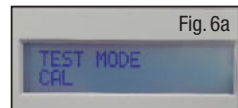

Fig. 6a
- Inserire il cavo di alimentazione nell'unità di alimentazione e nella presa di corrente. Accendere l'unità di alimentazione premendo contemporaneamente il tasto freccia GIÙ. Una volta avviata l'unità di alimentazione, rilasciare il pulsante freccia GIÙ. In questo modo è possibile accedere al menù test. L'unità di alimentazione visualizzerà "MODO TEST CAL" (Fig. 6a).